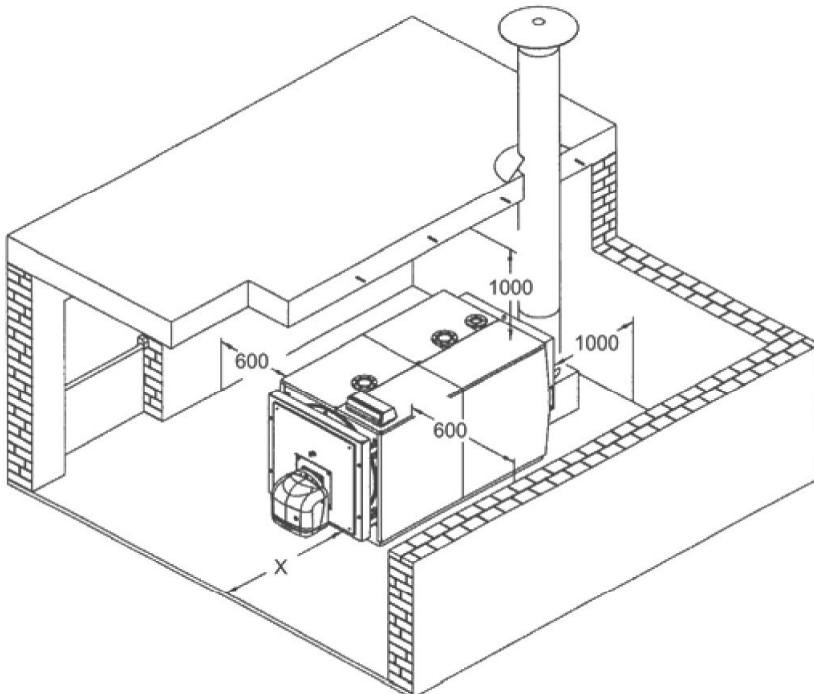

рис.7
5.3 Помещение котельной (рис. 7)